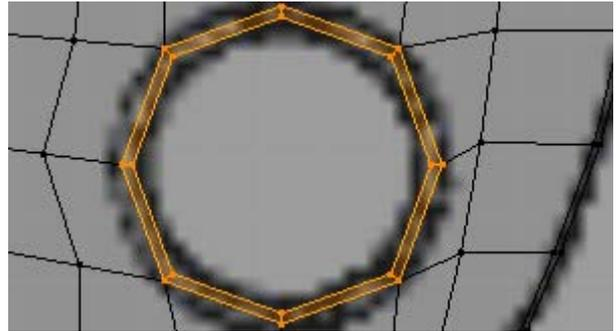

Figura 4.207
11. Na janela Front Ortho, seleccione o contorno do octógono, e faça uma extrusão seguida de escalamento, **[E] > [LMB] > [S]**, figura 4.207.